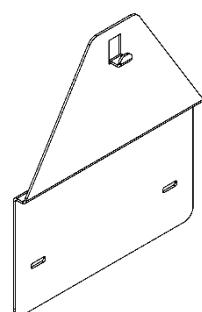

Рисунок 6.
7.2.3. При установке аппарата на место где ранее был установлен аппарат марки «NEVA» или «BaltGaz», который крепился к стене с помощью двух крючков, можно выкрутить данные крючки и использовать отверстия для установки переходной планки (см. рис. 6). Переходная планка 114511-00.050 позволяет смонтировать аппарат с использованием уже имеющихся крепежных отверстий в стене. Переходная планка приобретается отдельно в фирменных магазинах или на сайте [baltgaz.ru](http://baltgaz.ru).